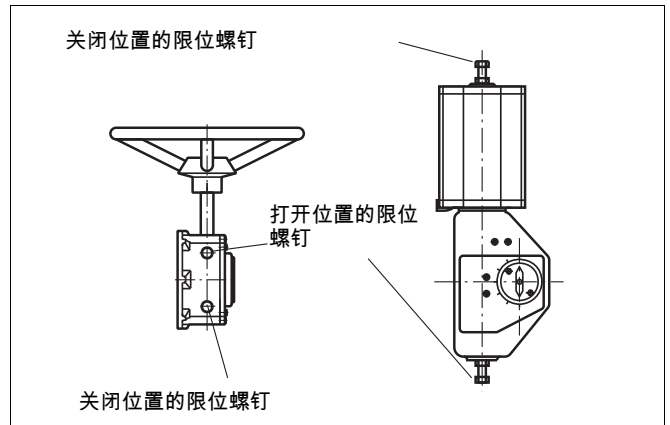

图 30 执行机构的打开和关闭位置
- 通过位于壳体侧的六角螺钉，调节球芯的圆周运动（请参见图 30）。打开位置的限位螺钉最靠近壳体侧的手轮，关闭位置的限位螺钉则位于另一侧。手轮的转动方向标记在手轮上。
- 通过位于两端的执行机构限位螺钉，调节球芯的打开和关闭位置（请参见图 30）。